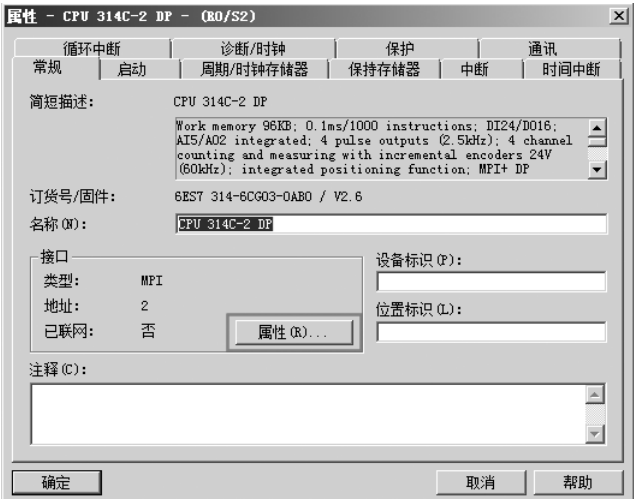

图 8-38 打开 MPI 通信参数设置界面
6) 打开 MPI 通信参数设置界面。单击“属性”按钮，如图 8-38 所示，弹出站 3 的 MPI 通信参数设置界面，如图 8-39 所示，设定 MPI 的地址为“3”，MPI 的通信波特率为“187.5 Kbps”，再单击“确定”按钮。